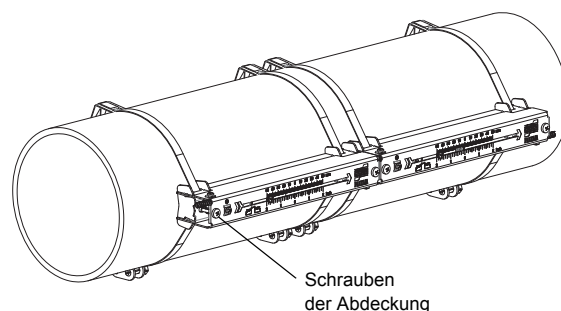

Abb. 9.29: Sensoren mit Variofix L am Rohr
- Ziehen Sie die Schrauben der Abdeckung fest (siehe Abb. 9.29).